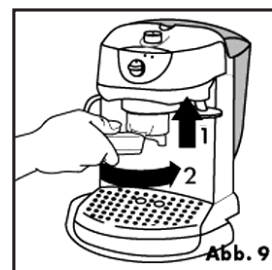

Abb. 9
Zum Einsetzen des Filterhalters führen Sie ihn unter den Heißwasseraustritt (Abb. 9). Danach nach oben drücken und gleichzeitig nach rechts drehen.
4. Streichen Sie eventuell zu viel eingefüllten Kaffee vom Rand des Filterhalters und rasten Sie diesen an der Maschine ein: Dabei immer fest bis zum Anschlag zudrehen, um Wasseraustritte zu vermeiden (Abb.9). Siehe auch Kapitel "Befestigung des Filterhalters" - Seite 6.